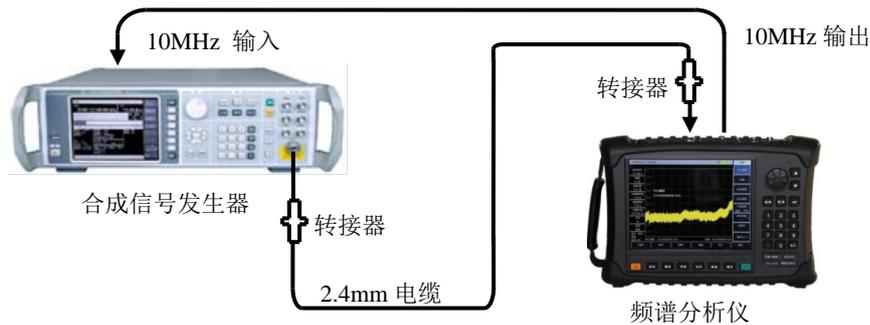

图 13-6 分辨率带宽转换不确定度测试设置
- 1) 如图 13-6 连接测试设备。频谱分析仪为合成信号发生器 1464C 提供频率参考。